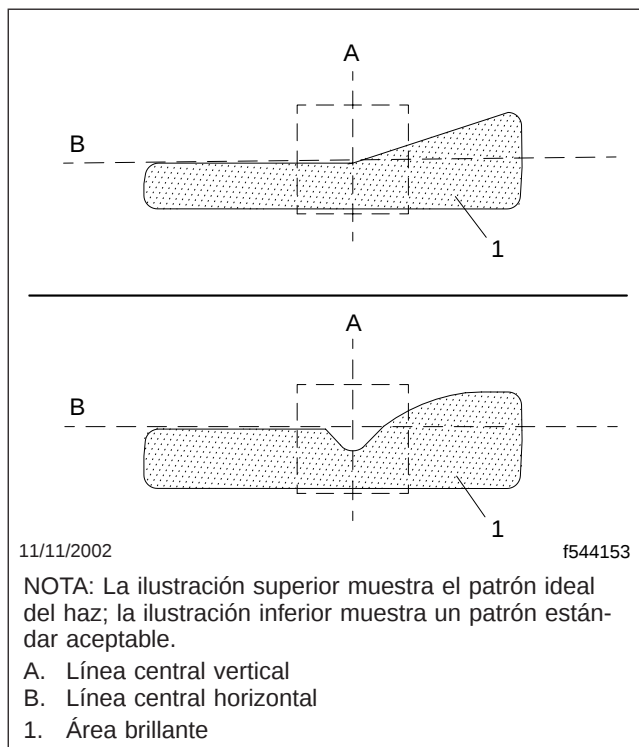

Figura 14.3, Patrones del haz de los faros
5. Encienda los faros con la luz baja. Vea la Figura 14.3 para los patrones ideales y aceptables para ambos faros.
2. Con el vehículo parado a 25 pies (7.6 m) de la pantalla o pared, ponga los faros en luces bajas y gire las dos perillas de ajuste en la misma cantidad, como sea necesario para ajustar las luces, hasta que el patrón de haz cumpla con la norma aplicable en la Figura 14.3. Gire las perillas en el sentido de las manecillas del reloj para elevar el haz y en sentido contrario para bajarlo.